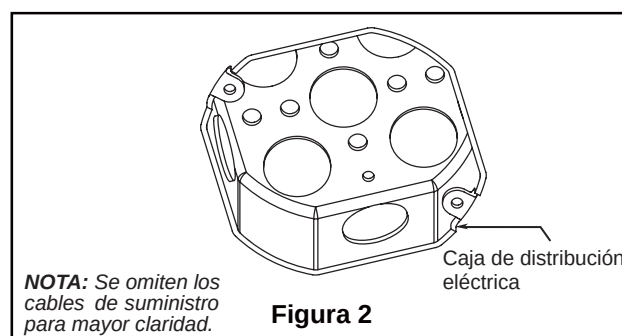

Figura 2
Uso de perfil profundo (Figura 2)
Es fundamental que la caja de distribución eléctrica y los tornillos estén bien asegurados a la estructura armada y que sean capaces de soportar una carga de, al menos, 15,9 kg (35 lb). Si los tornillos no están correctamente colocados, el ventilador podría caerse. (Figura 2)
- ☐ 1. Ajuste bien la caja de conexiones del techo apta para soporte de ventilador en la estructura armada. Caja de conexión no se suministra con el ventilador. (Figura 2)
- ☐ 2. Retire y deseche los toques del motor del ensamble del motor quitando los tornillos. (Figura 2)
- ☐ 2. Extraiga los tres tornillos de la sujeción del soporte y guarde los tornillos para el paso siguiente. (Figura 2)
- ☐ 2. Instale los acoplador de la cadena del tirador del ventilador. (Figura 2)